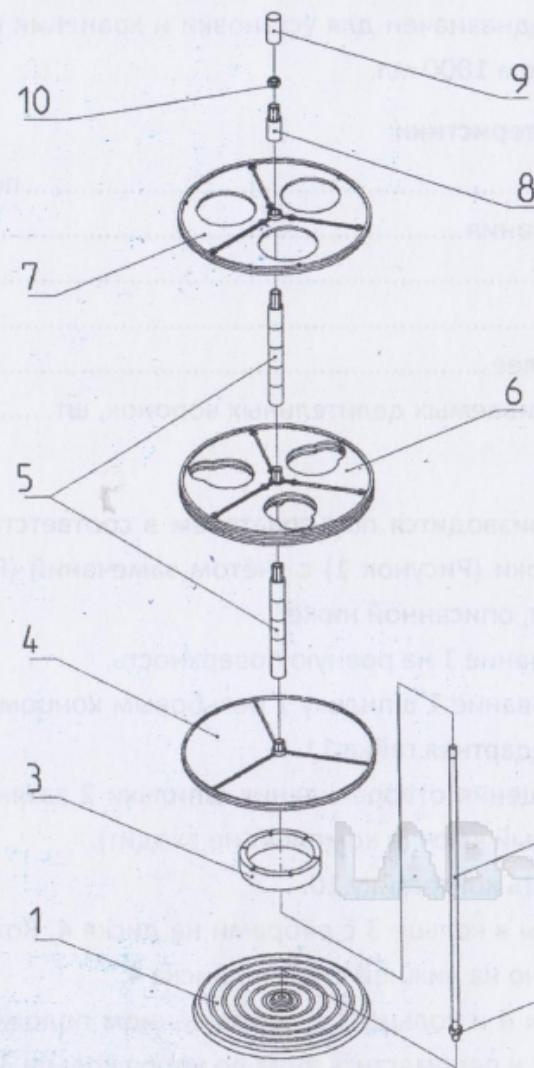
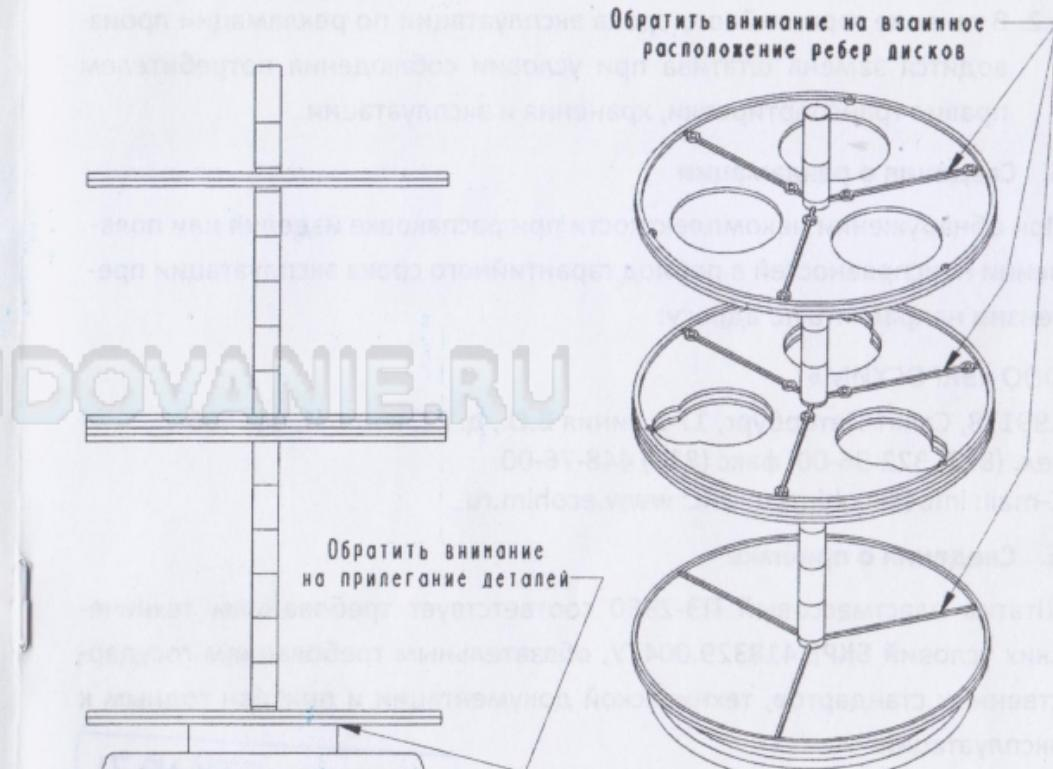

Рисунок 1
Рисунок 2
Сборка штатива производится пользователем в соответствии с прилагаемой схемой сборки (Рисунок 1) с учётом замечаний (Рисунок 2), в последовательности, описанной ниже.
- 3.6. Удерживая диск 4 и кольцо 3 в совмещённом положении, надеть их на шпильку 2 и переместить вниз до упора кольца 3 в основание 1. После этого проконтролировать совпадение пазов кольца и рёбер на диске (Рисунок 2).
- 3.8. Установить двойной диск 6 фирменным логотипом вверх. При этом вращением подобрать такое его положение, в котором рёбра дисков 4 и 6 совпадают (Рисунок 2).
6 и 7 совпадают (Рисунок 2).